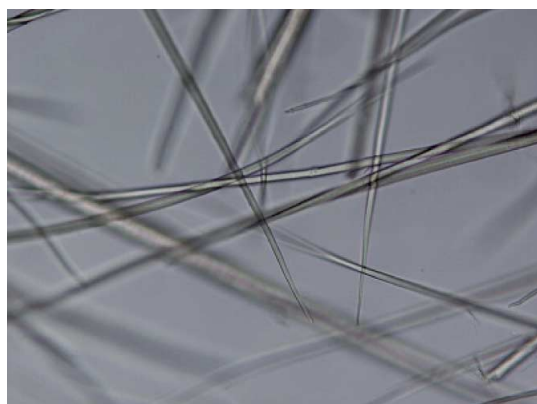
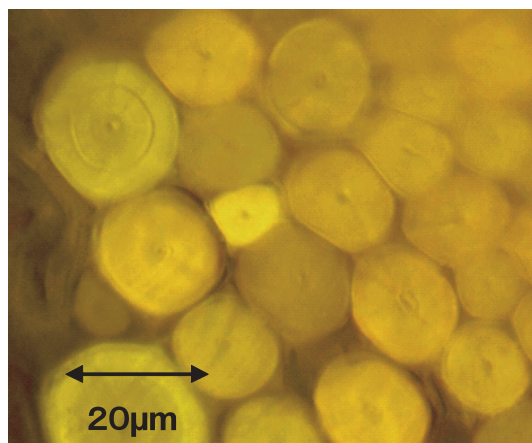

図4 尖った針状の繊維端
図5 断面は円形で年輪状の縞
- ①短い繊維長(平均約2mm) ②尖った針状の両端(図4) ③直線形状(図4) ④俵型の柔細胞の共存 ⑤繊維中央のルーメン(成熟に伴ってルーメンは狭くなる) ⑥亜麻、苧麻にくらべて少なく不明瞭な節 ⑦円形断面で年輪状の縞(図5) ⑧太さのばらつき